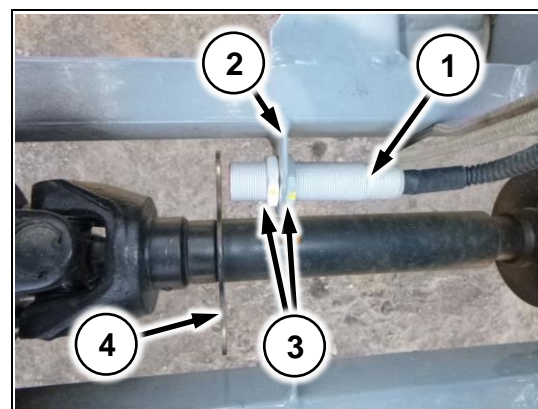

Рис. 53
13. Установите датчик скорости компьютера хим. системы (Рис. 53/1) в специальном кронштейне на раме (Рис. 53/2) и зафиксируйте гайками (Рис. 53/3)
Зазор между торцом датчика скорости и пластиной (Рис. 53/4) должен быть в диапазоне 3...5мм.